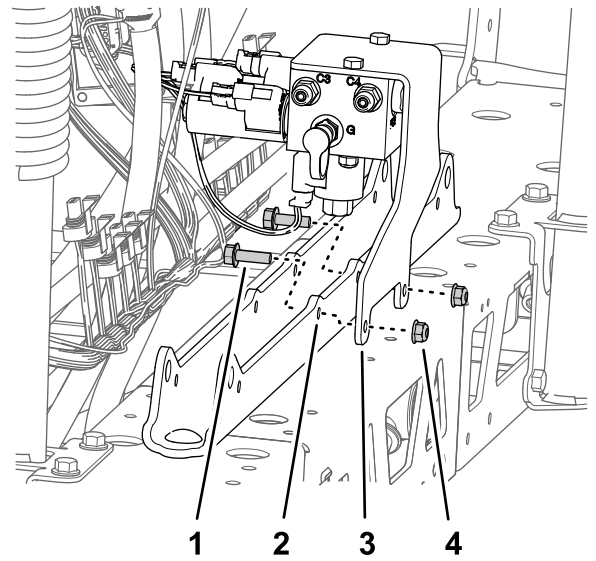

图94
B. 使用在 从中间喷洒段上卸下喷洒段提升歧管 \(页码 18\) 的步骤 1 中卸下的 2 个凸缘头螺栓 5/16 x 1 英寸和 2 个凸缘锁紧螺母 5/16 x 1 英寸将支撑托架安装到油缸安装座上 图94。
- A. 将喷洒臂段提升歧管支撑托架中的孔与油缸安装座中的孔对齐 图94。